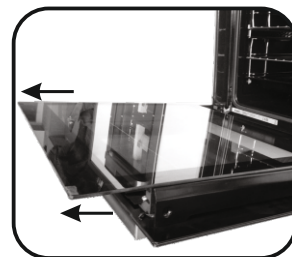

Rys. 3
- Odkręć śruby, jak pokazano na rysunku. (Rys. 3)